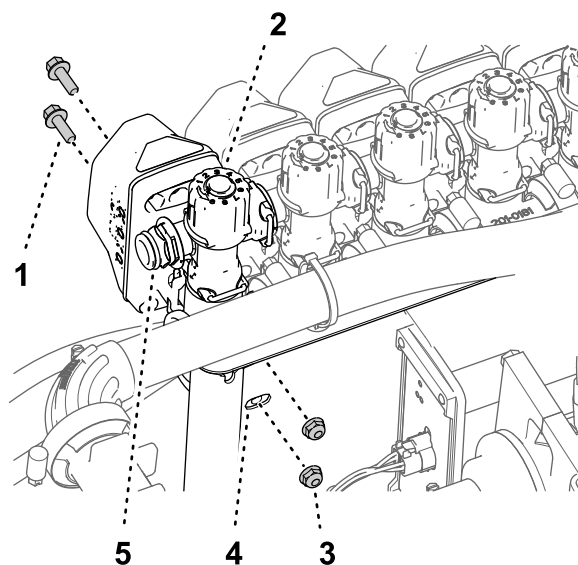
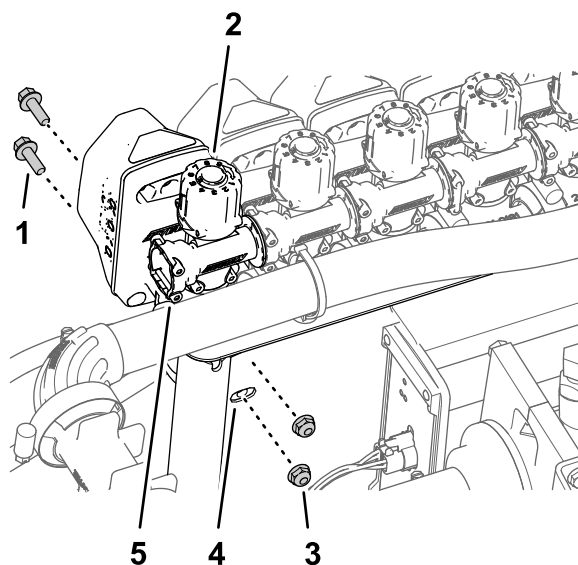

Рисунок 105
Рисунок 106
3. Установите клапан сопла 10 на опору крепления клапанов (**Рисунок 105** или **Рисунок 106**) при помощи 2 болтов с фланцевыми головками (1/4 x 3/4 дюйма) и 2 контргайк (1/4 дюйма), снятых при выполнении пункта 2 раздела **Демонтаж клапанов секций с крепления коллектора** (страница 35).